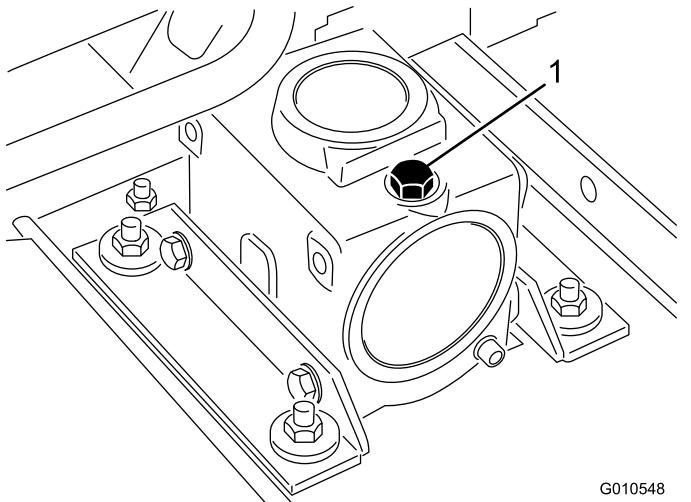

図 24
- マシンとカッティングユニットを平らな場所に駐車させ、カッティングユニットを降下させる。ギアボックスの上部についているディップスティック兼給油プラグ 図 24を取り、オイルの量が、ディップスティックについている2本のマークの間にあることを確認する。油量が少なければ、SAE 80-90 wt. ギア用潤滑油を2本のマークの中間まで補給する。ギアボックスの容量は 283 ml です